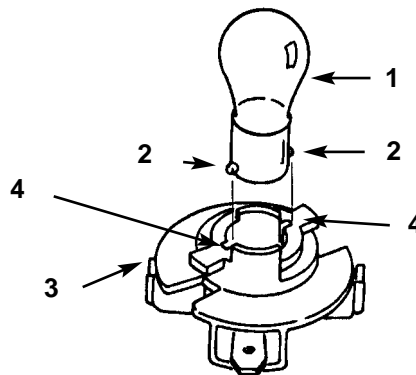

Fig. 35
1. Lo zoccolo della lampada è provvisto di spine metalliche. Allineate le spine con le guide nel portalamпада, ed inserite lo zoccolo nel portalamпада (Fig. 35). Spingete la lampada e giratela in senso orario fin quando non si ferma.
9. Con il bullone ed il galletto collegate il conduttore positivo (rosso) al polo positivo (+) della batteria (Fig. 35). Infilate la guaina di gomma sul polo della batteria.